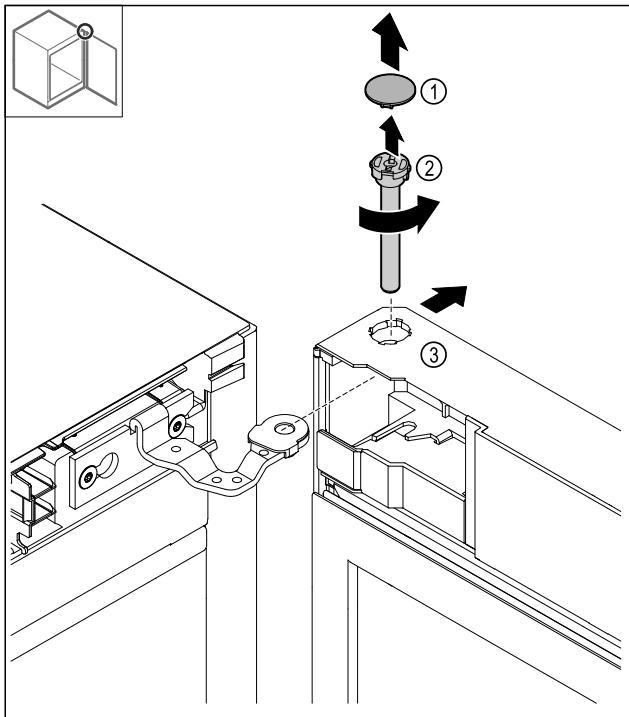

Fig. 19
- Zložte kryt Fig. 19 (1).
- Uvoľnite čap Fig. 19 (2) proti smeru hodinových ručičiek a vytiahnite ho.
- Zľahka naklopte dvere Fig. 19 (3).